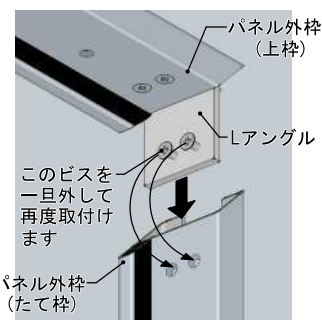

図2-1
- 2-1 パネル外枠の上枠(下枠)端部のLアングルに取り付けられているネジ(通常は皿ドリルネジM4X16)を一旦外し、上記Lアングルをたて枠端部に差し込み、外したネジで固定します。(図2-1参照)